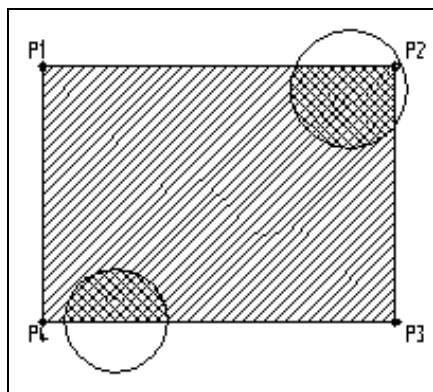

Рис. 7.12. Штриховка объектов по умолчанию
- щелкните ЛК мыши по кнопке **Создать объект** . Это мы с вами создали штриховку внутри замкнутых объектов задания границ по умолчанию (рис. 7.12).